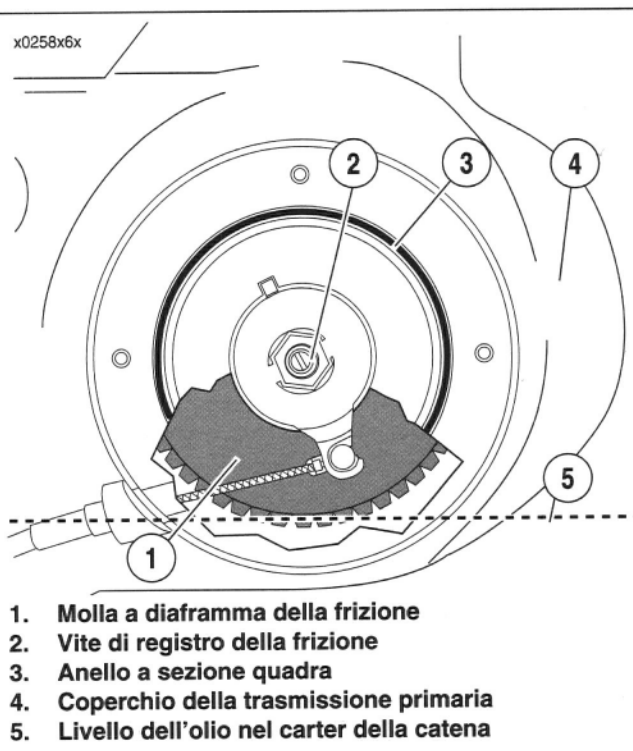

Figura 40. Livello dell'olio del carter della catena
4. Vedere la Figura 40. Controllare che il livello dell'olio (5) sia all'altezza della base della molla a diaframma della frizione (1).
- Aggiungere solamente la quantità sufficiente di liquido Harley-Davidson SPORTS-TRANS FLUID (N° codice 98854-96 [qt] o N° codice 98855-96 [gal]) attraverso l'apertura del coperchio di accesso alla frizione, fin quando l'olio non arriva alla base della molla a diaframma della frizione (1).
7. Vedere la Figura 40. Aggiungere 946 mL (32 fl oz) di liquido Harley-Davidson SPORT-TRANS FLUID (N° codice 98854-96 [qt] oppure N° codice 98855-96 [gal]) attraverso l'apertura del coperchio di accesso alla frizione o fin quando l'olio non arriva alla base della molla a diaframma della frizione (1).